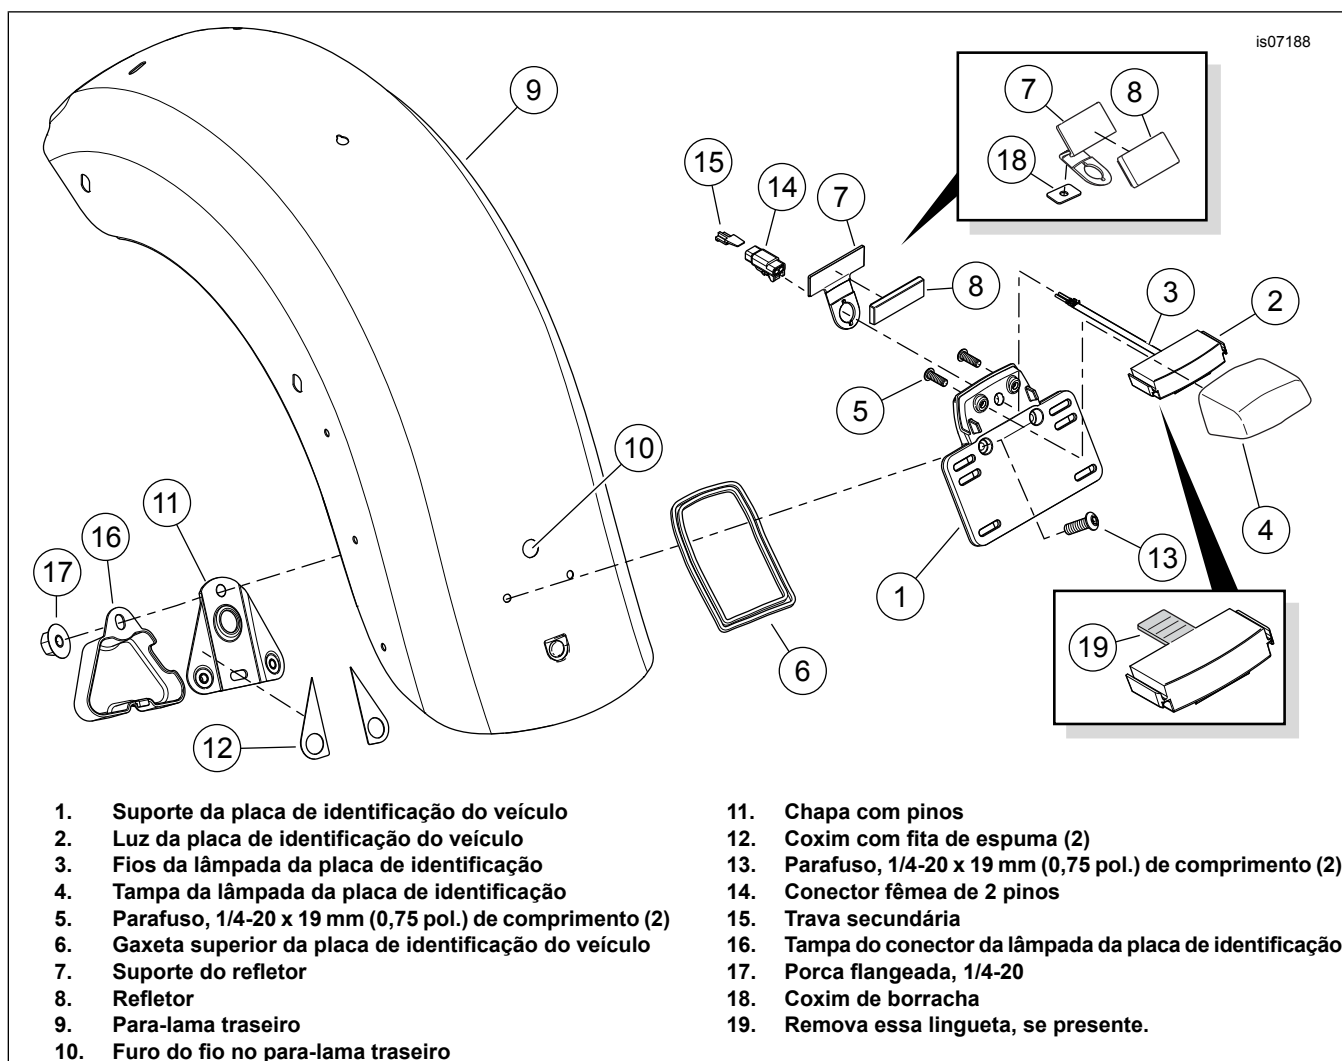

Figura 4. Instalação do suporte e da lâmpada da placa de licença do veículo
Algumas lâmpadas da placa de licença do veículo têm uma lingueta (veja o suplemento Figura 4, item 19) que impede a instalação. Remova a lingueta antes de continuar.
1. Veja Figura 4. Monte a luz da placa de licença (2) e a tampa (4) no suporte da placa de licença do veículo (1). Aperte os parafusos (5) com torque de 6,4–7,8 N·m (57–69 in-lbs).
2. Pegue a chapa com pinos (11) e dois coxins com fita de espuma (12) do kit. Retire a película da parte traseira adesiva em um lado de um coxim. Posicione com cuidado o coxim em um flange da chapa com pinos, no lado oposto das porcas. Pressione no lugar com firmeza. Repetição com o segundo coxim no flange restante. Retire a película do lado exposto dos coxins.
3. Pegue o refletor correto (8) e o suporte (7) do kit. Remova o verso adesivo do refletor. Instale no suporte como mostrado.
**Modelos internacionais que usam suporte de refletor 60921-09**(veja Figura 4 ): Remova a película da parte traseira adesiva do coxim de borracha de 30 x 19 x 1 mm ( x in) (18). Posicione o coxim na parte traseira do suporte do refletor (7) imediatamente acima do furo, como mostrado. Pressione no lugar com firmeza.
4. Enquanto segura a gaxeta (6) no lugar, passe os fios da lâmpada (3) através do suporte da placa de licença (1), do suporte do refletor (7) e do furo (10) no para-lama (9).
5. Segure a chapa com pinos (11) no lugar no lado de baixo do para-lama. Fixe o suporte da placa de licença do veículo (1) na chapa com pinos com os parafusos (13). Aperte os parafusos com firmeza.
6. Insira os fios da lâmpada da placa de licença do veículo no conector fêmea de dois pinos (14) de acordo com o Manual de serviço. Fixe com a trava secundária (15). Conecte o conector macho de duas vias do chicote de fios da traseira no soquete da lâmpada da placa de licença (45B).
7. Instale a tampa do conector da luz da placa de licença do veículo (16). Fixe com uma porca flangeada (17). Aperte a porca com torque de 3,4–5,1 N·m (30–45 in-lbs).